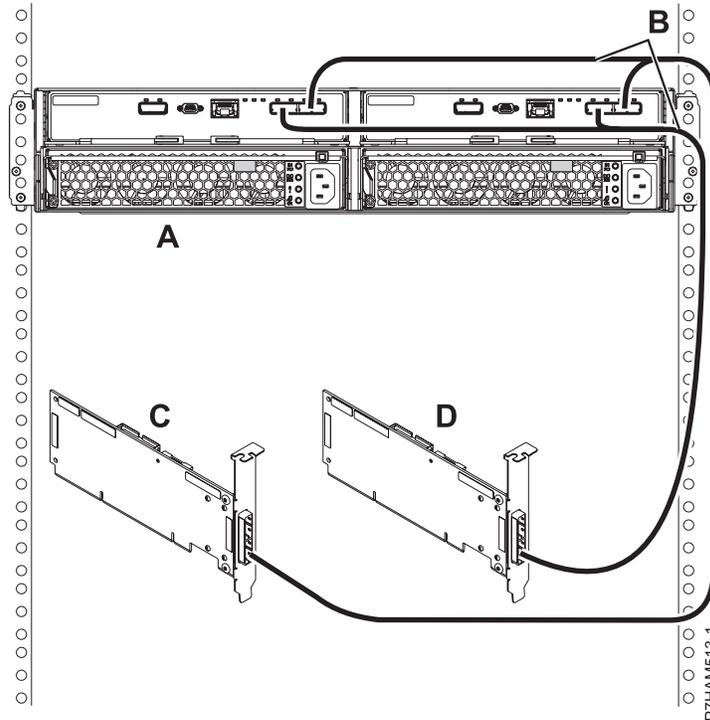

Abbildung 16. Modus 2-Anschluss eines Plattenlaufwerkgehäuses 5887 mit YO-Kabeln an zwei unabhängige SAS-Adapter
16. Schließen Sie ein Plattenlaufwerkgehäuse 5887 im Modus 2 (A) mit YO-Kabeln (B) an zwei unabhängige SAS-Adapter an. Siehe Abb. 16 auf Seite 18.